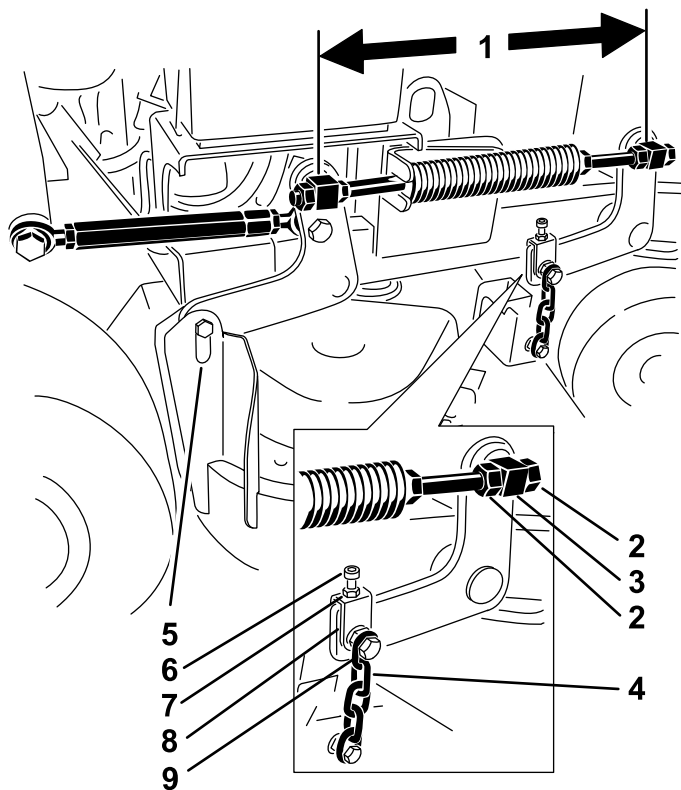

Рисунок 78
1. Проверьте расстояние между центрами шарнирных узлов (расстояние между центрами) на каждом резьбовом штоке (Рисунок 78).
2. Ослабьте контргайки на **переднем** шарнирном узле (Рисунок 78).
4. Затяните контргайки на **переднем** шарнирном узле (Рисунок 78).
4. Ослабьте контргайки на правом и левом передних шарнирных узлах (Рисунок 78).
6. Затяните контргайки на правом и левом передних шарнирных узлах (Рисунок 78).
4. Ослабьте контргайки на левом переднем шарнирном узле (Рисунок 78).
6. Затяните контргайки на левом переднем шарнирном узле (Рисунок 78).
5. Ослабьте верхние болты цепей (Рисунок 78).
6. Ослабьте контргайки на каждой вилке (Рисунок 78).
8. Затяните контргайки и верхние болты цепей (Рисунок 78).